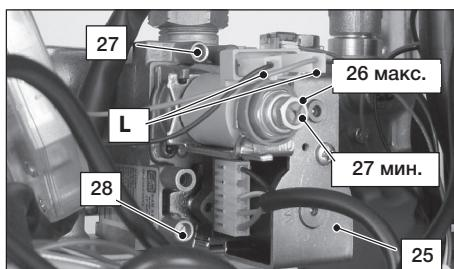

Рисунок 7.3
- Выключив котел (приведя его в нерабочее состояние), проверьте давление питания при помощи отвода 28 (см. Рисунок 7.3) и сравните считанное значение со значениями, приведенными в таблице «номинальное давление газа» в разделе «Технические характеристики» на с. 21.
- Тщательно закройте отвод для замера давления 28 (см. Рисунок 7.3).
- Откройте отвод для замера давления 27 (Рисунок 7.3) и подсоедините манометр.
Чтобы откалибровать давление в горелке, поворачивайте большую шестиугольную латунную гайку модулирующего устройства 26 (макс.), см. Рисунок 7.3 (при вращении гайки по часовой стрелке давление увеличивается).
- Подключите провод питания «С» к модулирующему устройству (Рисунок 7.3).
- Отсоедините один из двух проводов питания «С» модулирующего устройства 26. Внимательно следите за тем, чтобы не прикасаться к металлическим частям котла (см. Рисунок 7.3).
Важно! Измерив давление газа, необходимо тщательно закрыть отводы, использованные для замера давления (28 и 27, Рисунок 7.3). После проведения всех операций по регулировке газа необходимо опломбировать регулировки клапана.
- Откройте отвод для замера давления 27 (Рисунок 7.3) и подключите манометр.